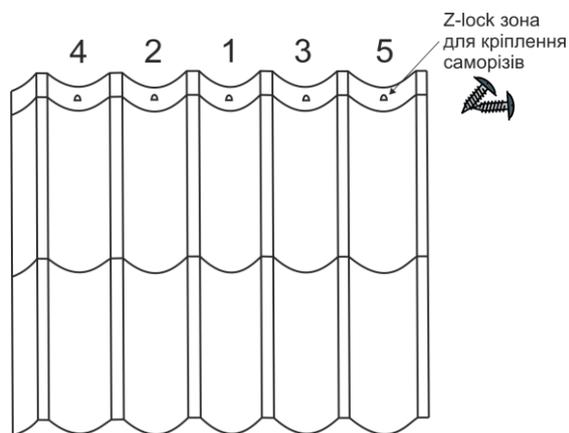

Рисунок 5. Z-lock зона для кріплення саморізів
3.14 Кріплення листа проводиться у верхньому кінці кожного листа в Z-lock зоні, саморіз повинен кріпиться строго перпендикулярно скату покрівлі (рис. 6). Саморізи кріпляться в певній послідовності (рис.5). Кріплення залишається прихованим під кроком наступного листа .
4.2 Закручування саморізів починають з середини листа черепиці, далі відступають до краю (рис.5).